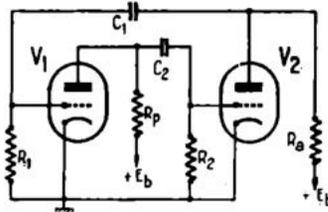
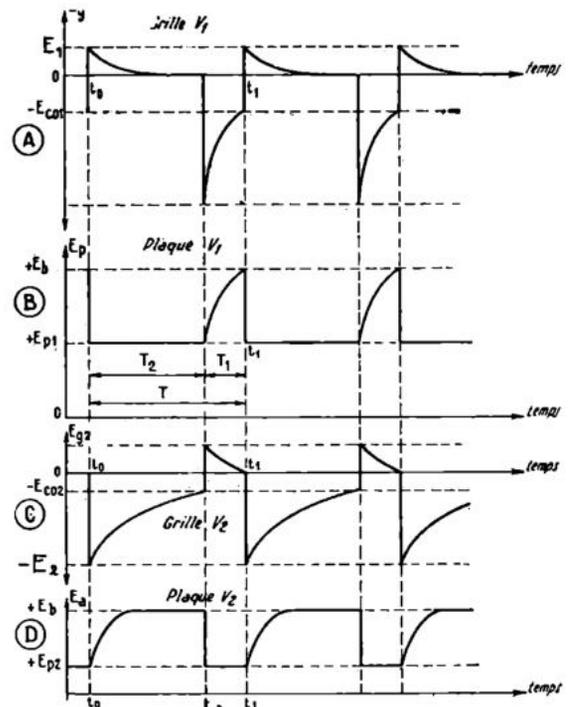

FIG. 1
FIG. 2
Le montage de ce multivibrateur est donné par la figure 1. Si l'on fait abstraction de la connexion reliant C_1 à la grille de V_1 , on se trouve en présence du schéma d'un amplificateur à résistances-capacités à deux lampes triodes, avec entrée sur la grille de V_1 et sortie du signal amplifié sur la plaque de V_2 .
La figure 2 montre la forme des signaux en différents points du montage de la figure 1.
avec f en hertz et T en secondes. La forme des tensions mesurées entre les diverses électrodes et la masse est indiquée sur la figure 2. Soient :
Le grille étant au cut-off, le courant de plaque de V_1 est, par conséquent, nul et la tension à la plaque, E_p est égale à la tension d'alimentation E_b (fig. 2 B).
En supposant que la tension grille de V_2 (figure 2 C) est zéro volt, le courant plaque de V_2 a une certaine valeur et la tension à la plaque, E_a est égale à E_{p2} évidemment inférieure à E_b (figure 2 D).
La grille de V1 étant au cut-off, C1 se décharge dans R1, ce qui fait monter la tension de cette grille qui devient rapidement positive (figure 2 A).
(fig. 2 B) baisse rapidement de $E_p = E_b$ (courant nul) à $E_p = E_{p1}$.
Cette variation rapide est transmise par C2 à la grille de V2 (fig. 2 C) dont la tension diminue rapidement de $E_{g2} = 0$ à $E_{g2} = -E_2$, valeur plus négative que le cut-off - Eco2 de cette lampe.
De ce fait la tension à la plaque de V2 (fig. 2 D) passe de E_{p2} à E_b .
Dans ces conditions C1 se charge à travers l'espace grille-cathode de V1. La tension de la grille diminue exponentiellement très vite (fig. 2 A).
Pendant ce temps, la lampe V2 étant bloquée, C2 se décharge exponentiellement dans R2 (voir fig 2 C), ce qui a pour effet de monter exponentiellement la tension à la grille de V2 depuis -E2 jusqu'à la valeur de cut-off de cette lampe, - Eco2, ceci a lieu à $t = t_2$ fin de l'aller.
A ce moment, la lampe V2 devient conductrice, la tension plaque diminue rapidement (fig. 2 D) et cette diminution est transmise par C1 à la grille de V1 qui devient très négative.
On voit, en examinant la forme des signaux de la figure 2, qu'ils ne sont pas tout à fait rectangulaires. Le signal (D) est celui qui se rapproche le plus de la forme idéale. Il est d'ailleurs possible de réduire considérablement la durée de la montée de la tension E_a de sorte que le signal soit presque rectangulaire.
on reconnaît facilement dans ce schéma la disposition du montage à lampes de la figure 1. Il y a toutefois des différences importantes dues aux dispositifs de polarisation des électrodes des transistors. Les bases sont polarisées positivement par rapport aux émetteurs de ces transistors NPN, par des diviseurs de tension R1-
Le montage à lampes de la figure 1 peut être réalisé pratiquement. En utilisant des triodes genre 6SN7 ou ECC81, ECC83, ECC82, etc., ou deux 6C5, 6C4, 6J5, 6J4, etc., on peut obtenir une oscillation libre à une fréquence basse de l'ordre de 50 Hz avec les valeurs suivantes des éléments : $R_1 = 2 \text{ M}\Omega$, $R_p = 100 \text{ k}\Omega$, $R_2 = 1 \text{ M}\Omega$, $R_a = 2 \text{ M}\Omega$, $C_1 = 50 \text{ 000 pF}$, $C_2 = 0,1 \text{ }\mu\text{F}$.
Si l'on désire synchroniser le multivibrateur de la figure 1, on appliquera des impulsions négatives à la grille de V1 ou des impulsions positives à la grille de V2, à condition que le signal de sortie soit prélevé sur le circuit de plaque de V2.